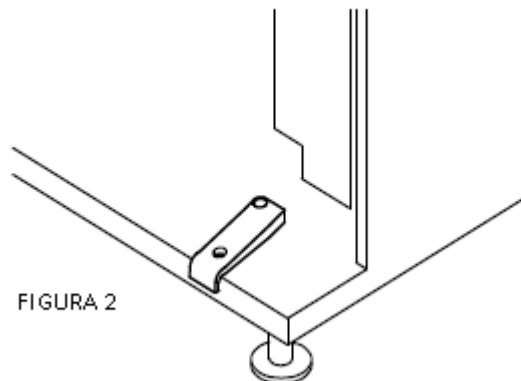

FIGURA 2
H. Apoyo a la puerta (Figura 2)